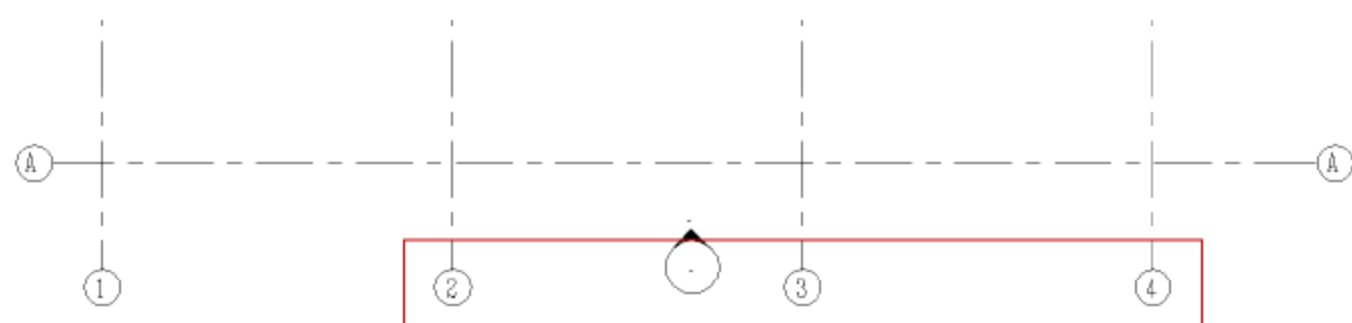

图 1.3.12 生成 2、3、4 轴线
(10) 阵列水平轴线。使用 AR 阵列命令，以 7800mm 为间距，向右侧再生成 3 个轴线，依次是 2、3、4 轴线，如图 1.3.12 所示。